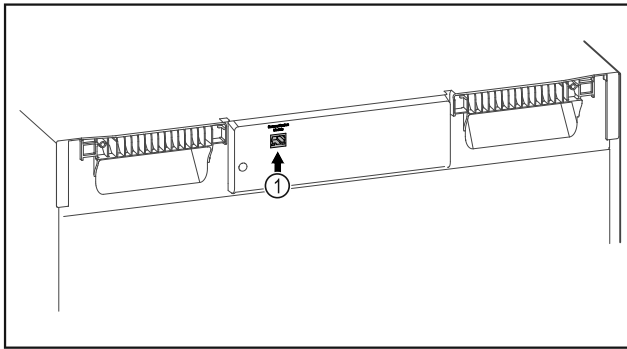

Fig. 71
- SmartModule Fig. 71 (1) je nasadený.